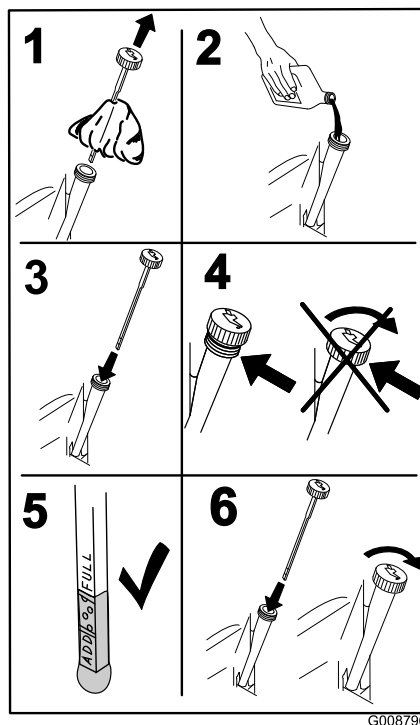

Figura 40
4. Deite cerca de 80% do óleo especificado no tubo de enchimento e adicione lentamente o óleo adicional para atingir a marca **Full** (Figura 40).